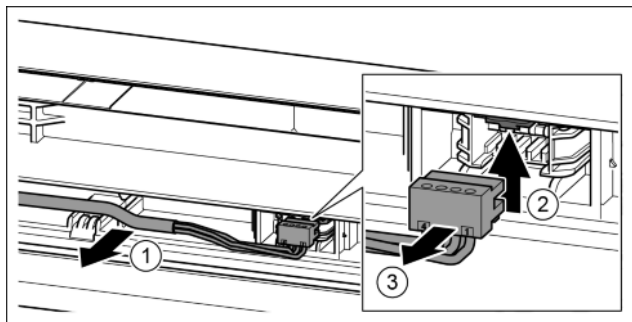

Fig. 18
- ▶ Осторожно высвободить серый кабель из направляющей в двери. Fig. 18 (1)
- ▶ Отжать соединительную накладку вверх. Fig. 18 (2)
- ▶ Осторожно извлечь штекер. Fig. 18 (3)